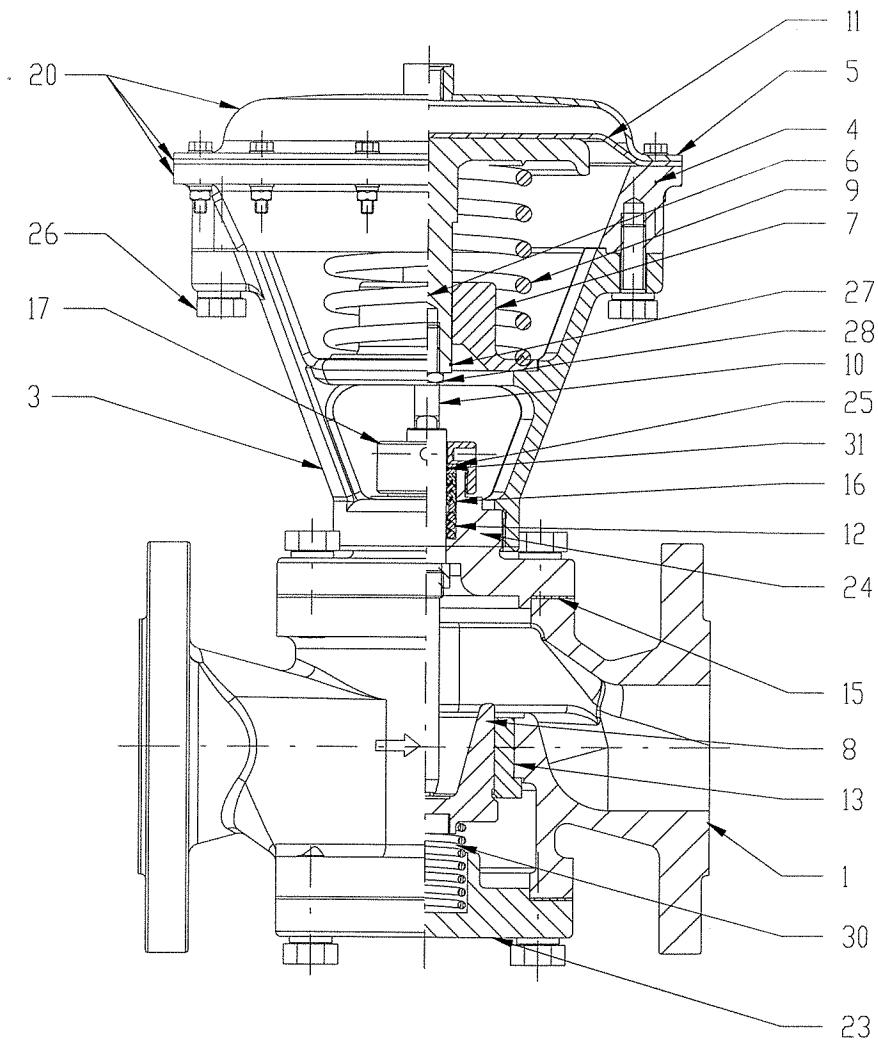

Рис.3 Мембранный клапан тип 2VM50Z,C,D
**Типы 2VM50ОС, D (Рис. 3а) а 2VM50ZC, D (Рис. 3)**
Рис.3а Мембранный клапан тип 2VM50OC, D